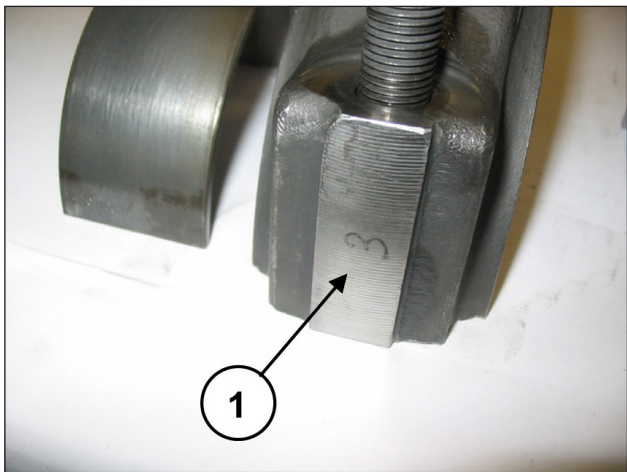

Fig. 34
Acople as semi-bielas às capas anteriormente desmontadas consultando a numeração (pos. ①, Fig. 34).
Separe as capas das semi-bielas; o acoplamento correto será garantido pela numeração colocada em um lado (pos. ①, Fig. 34).